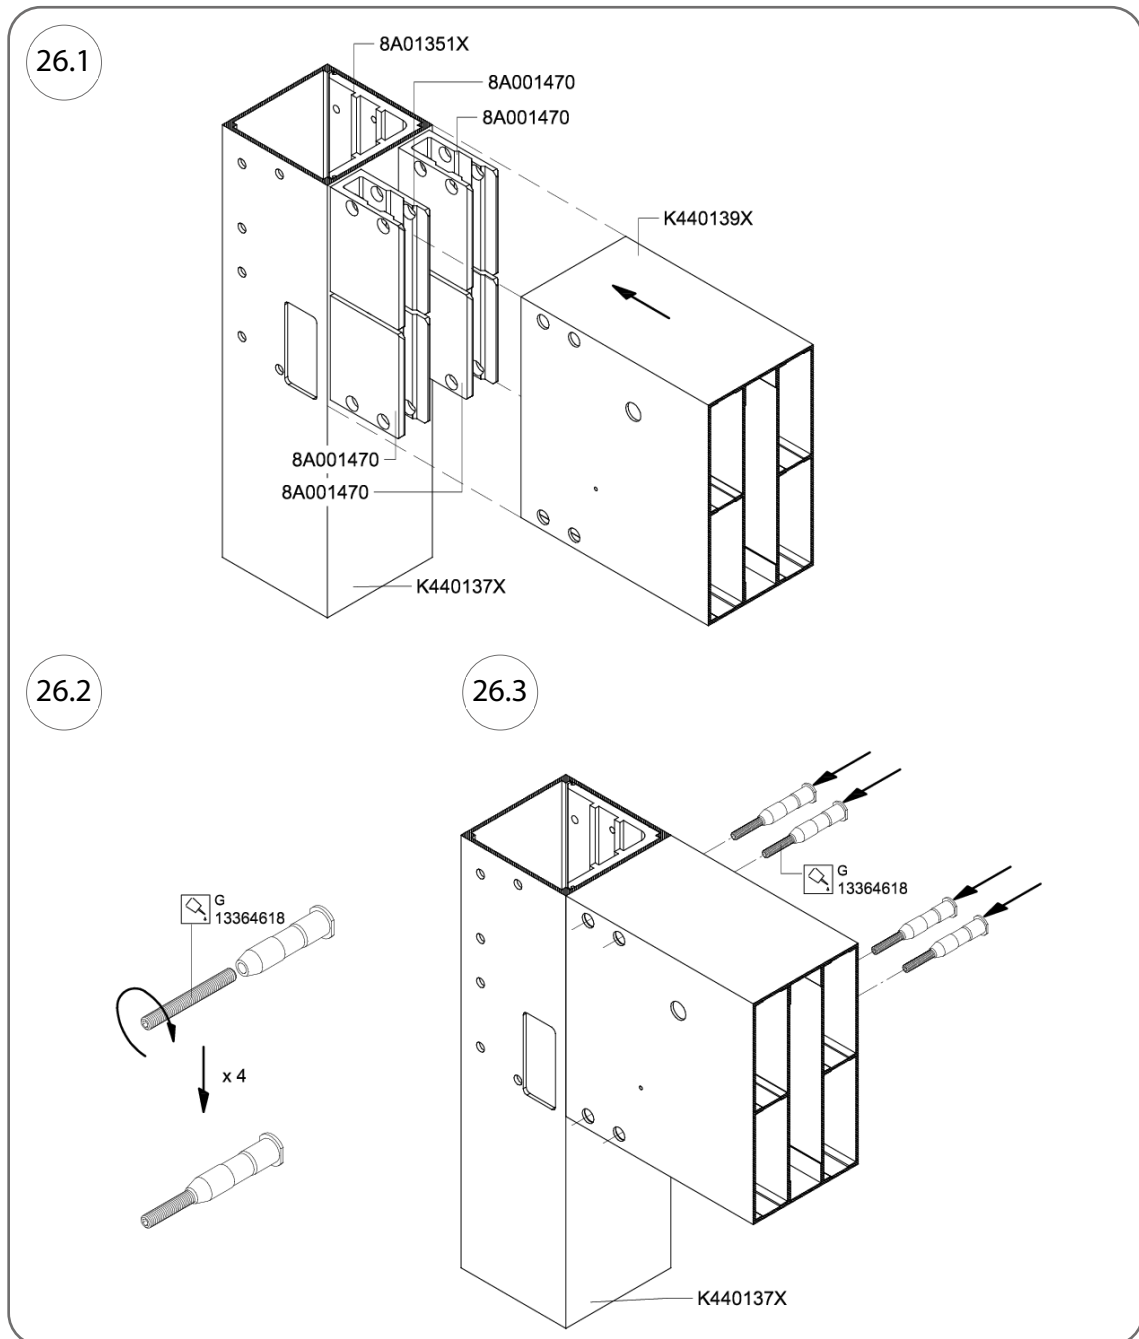
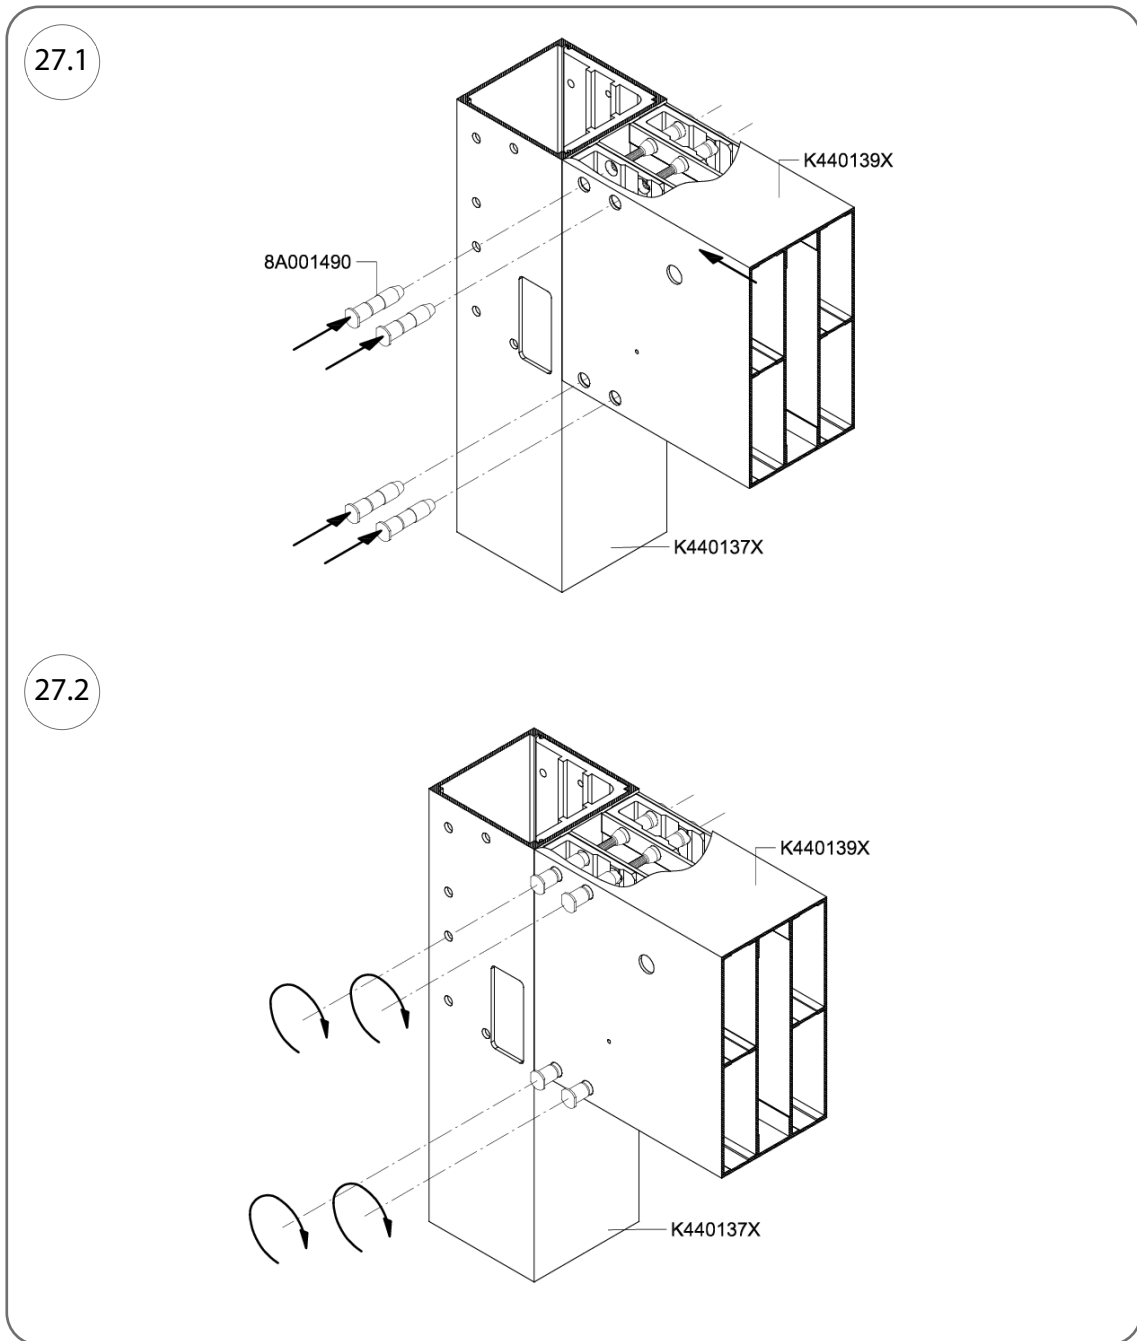

Fig. 26
Fig. 27
1. Per effettuare il collegamento, far scorrere il travetto intermedio (cod. art. K440139X) sui connettori (cod. art. 8A001470) e, attraverso i fori su entrambi i lati del profilo del travetto, inserire 4 set di perni per travetto intermedio (cod. art. 8A001490X, quindi avvitare insieme le due parti del perno (come mostrato in Fig. 26 e Fig. 27, operazione n. 27.2).